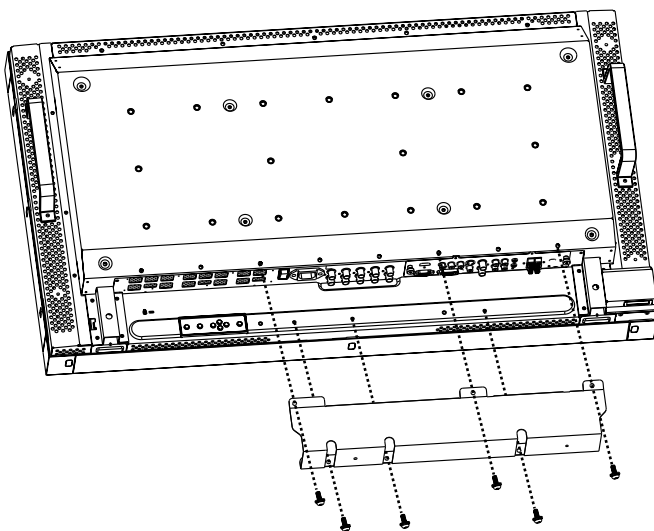

Figure 5
- Utilisez 6 des vis M4 x 10 (incluses) pour fixer le cache-câbles (Figure 5).